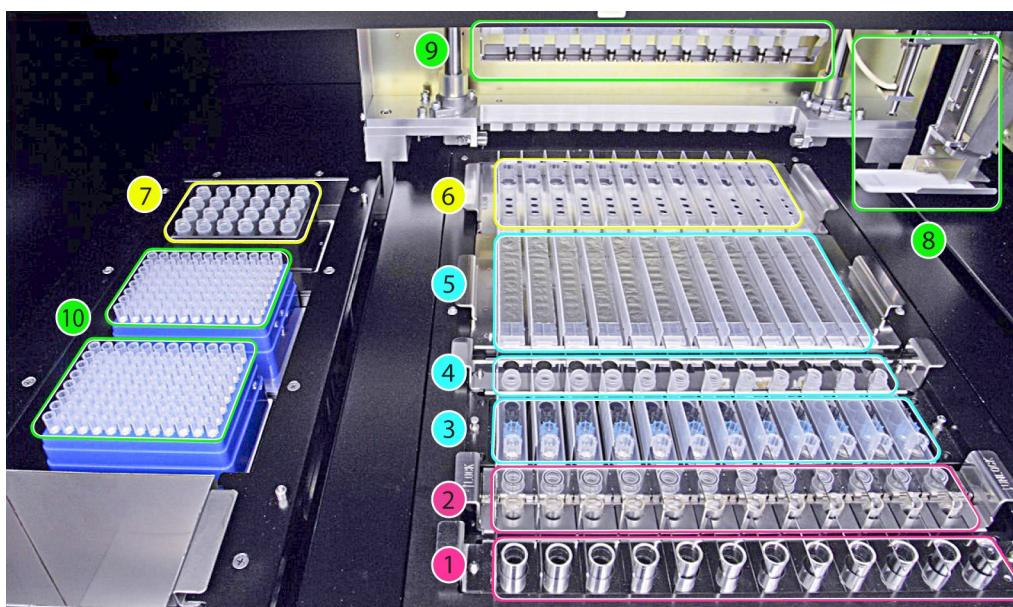

Figure 1 : Zone de chargement du système « ELITe InGenius »
La Figure 1 illustre le système « **ELITe InGenius** ».
La Figure 1 montre : position du portoir pour tubes primaires (1), position du portoir pour tubes d'extraction et capuchons (2), position du portoir pour embouts (3), position du portoir pour tubes d'élution (tube d'élution) (4), position du portoir pour cartouches d'extraction (5) et position du portoir pour cartouches de PCR (6), position du
- Pour confirmer que les réactifs placés dans la position 7 du gestionnaire des stocks sont en quantité suffisante pour le nombre de tests sélectionnés (voir page 10, Figure 1) comme indiqué à l'écran, appuyer sur le bouton « Next » (Suivant).
- Placer suffisamment de portoirs à embouts en position 10 (voir page 10, Figure 1).
9. Placer les cassettes de PCR indiquées en position 6 (voir page 10, Figure 1).
11. Placer la/les cassette/s des cartouches d'extraction indiquées en position 5 (voir page 10, Figure 1).
13. Placer les « Elution Tubes » (Tubes d'élution) dans le portoir des tubes d'élution, indiqué en position 4 (voir page 10, Figure 1).
15. Placer le nombre de portoirs à embouts indiqué en position 3 (voir page 10, Figure 1).